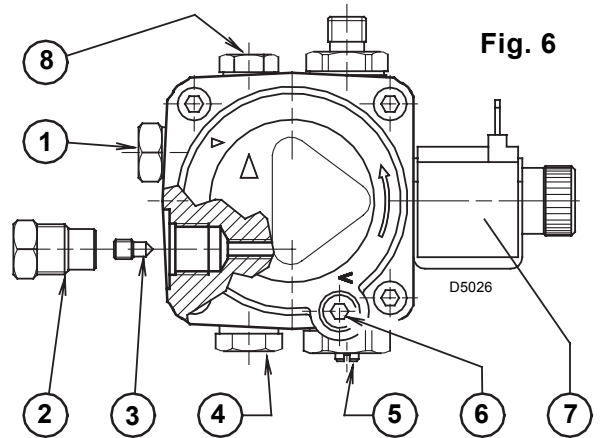
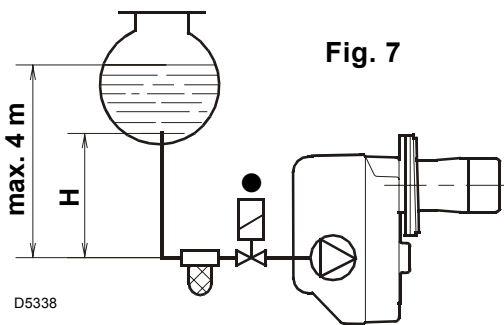

Fig. 6
Fig. 7
- La pompe est prévue pour un fonctionnement en bitube. Pour le fonctionnement en mono-tube, il faut dévisser le bouchon de retour (2), enlever la vis de by-pass (3) et ensuite revisser le bouchon (2), (voir fig. 6).
Dans l'installation en fig. 7, il faut desserrer le raccord du vacuomètre (5, fig. 6) jusqu'à la sortie du combustible.
Pour modifier ce réglage, jouer sur la vis (4, fig. 6, page 4).